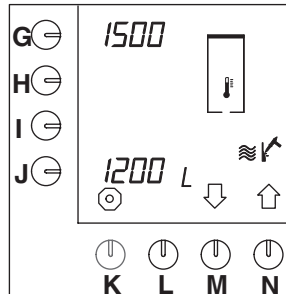

Fig. 27 Tellefunksjonen for rensing, varmtvannssystemet
- Tellefunksjonen for rensing vises på displayet (fig.27).
- På displayet (fig.27) ved siden av programmeringstasten (G.) vises et tall som angir etter hvor mange liter vann det er nødvendig med rensing.